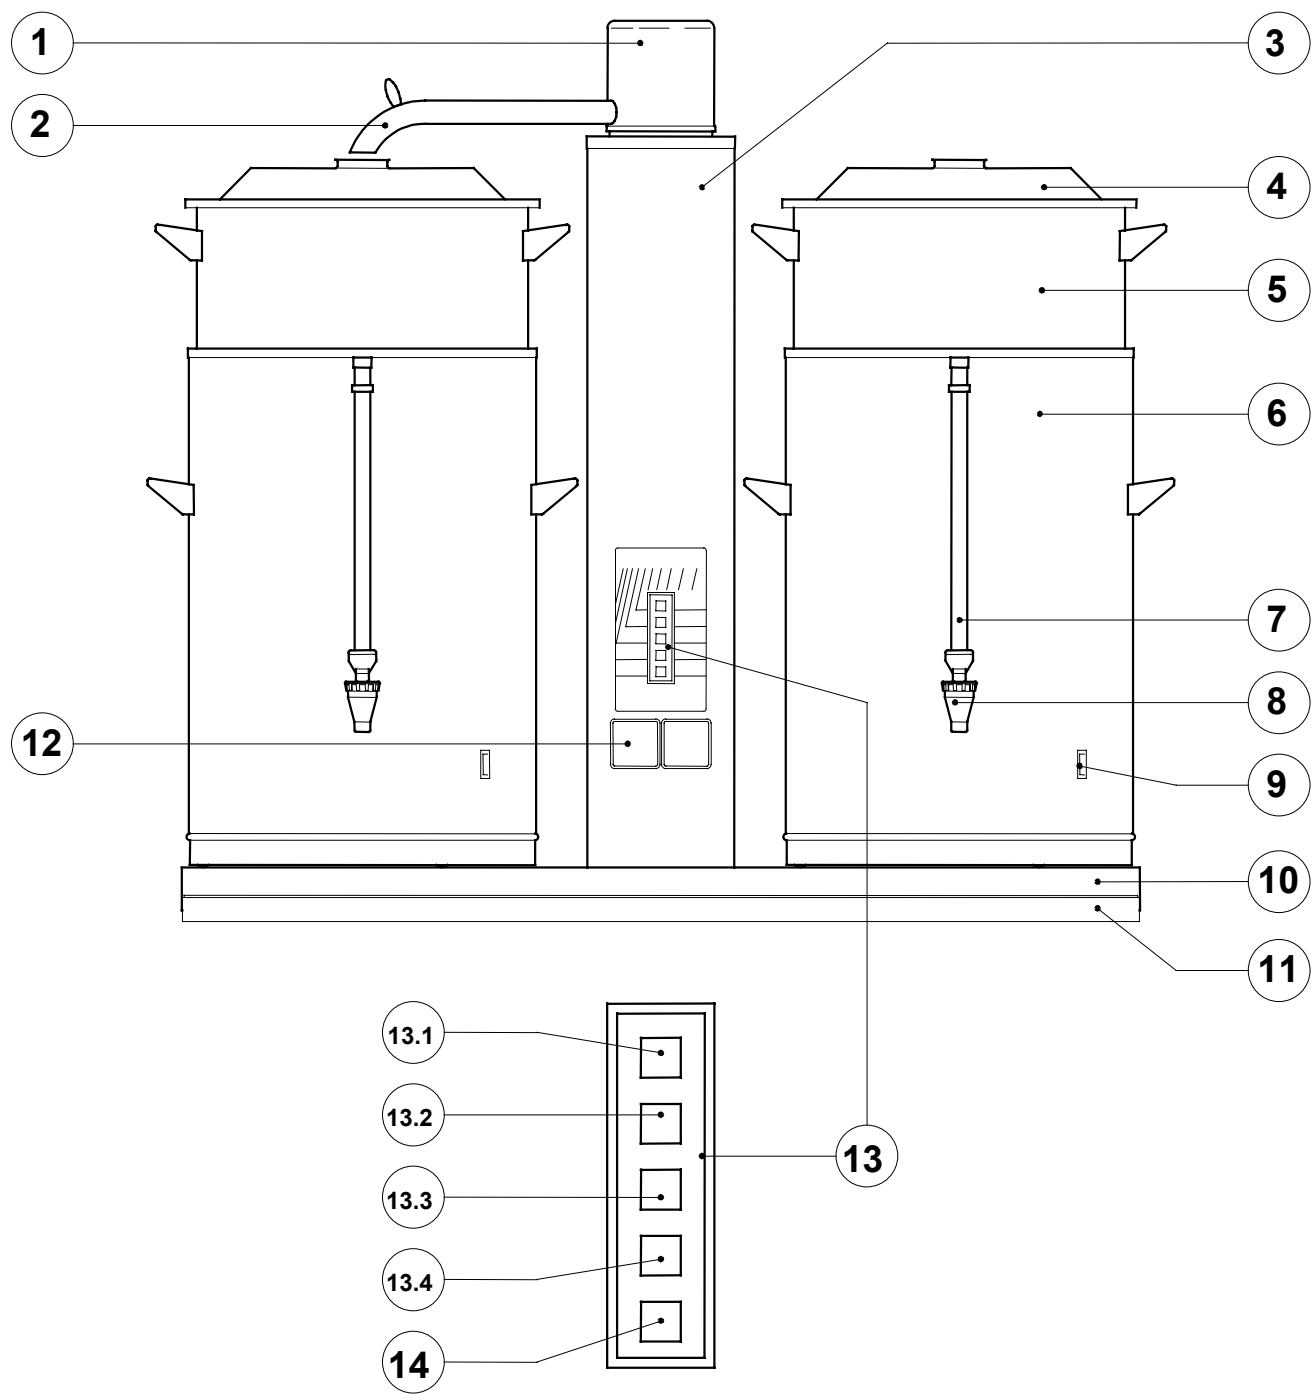
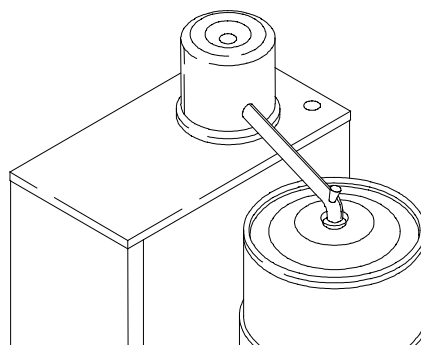

Fig. 1
Fig. 3
3. Plaats de containers (nr. 6, fig.1) met daarop de filtereenheden (nr.4 en 5, fig.1) naast de zuil en steek de stekkers in de stopkontakten (nr.12, fig.1) van de zuil.
4. Zet de stuurkopuitloop (nr. 2, fig.1) in de juiste positie boven de opening in het sproeideksel, zie fig. 3.
7. Druk hiervoor de keuzetoets voor de grootste hoeveelheid in (nr.13.1 fig.1). Het lampje in de keuzetoets gaat branden. De container wordt nu gevuld met heet water. Als het programma klaar is, dooft het lampje in de keuzetoets.
1. Steek de stekkers van de containers in de stopkontakten (12, fig. 1) van de zuil.
2. Schakel de containerverwarming in met de schakelaar (nr. 8, fig. 1). Het lampje in de schakelaar gaat branden.
3. Neem het deksel van de filterpan (nr. 4 + 5, fig. 1), plaats er een papieren filter in en maak dit enigszins vochtig.
6. Draai de uitloop (nr. 2, fig. 1) van de stuurkop (nr. 1, fig. 1) boven de opening in het sproeideksel. (Zie fig. 3).
7. Druk op de keuzetoets (nr. 13.1 t/m 13.4, fig. 1) voor de gewenste hoeveelheid koffie. Het lampje in deze toets gaat nu branden en de machine begint met het zetten van de koffie.